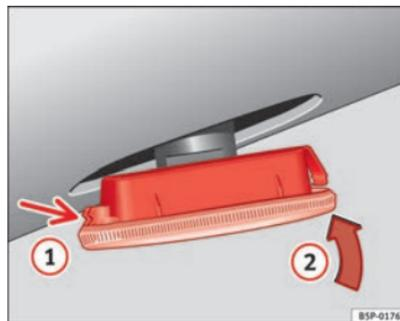

Fig. 155 Intermitentes laterales
- Coloque el intermitente en primer lugar en el orificio de la carrocería, encajando las pestañas ① ⇒ fig. 155, y a continuación encaje la lámpara como indica la flecha ② ⇒ fig. 155.